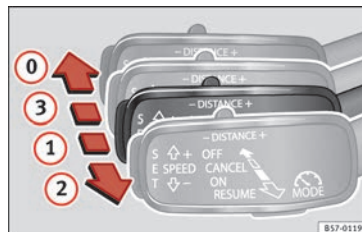

Fig. 180 À esquerda da coluna de direção: terceira alavanca para utilizar o controlo adaptativo de velocidade.
É possível ativar novamente o ACC puxando a alavanca para a posição ② » Fig. 180.